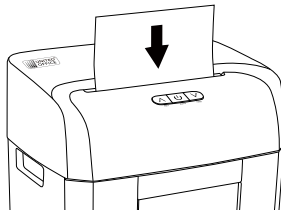

Fig. 3
- ◆ Indfør papiret ovenfra i højformat midt i skæreåbningen **4** (se fig. 3). Produktet starter automatisk og standser igen automatisk, når der ikke indføres mere papir.